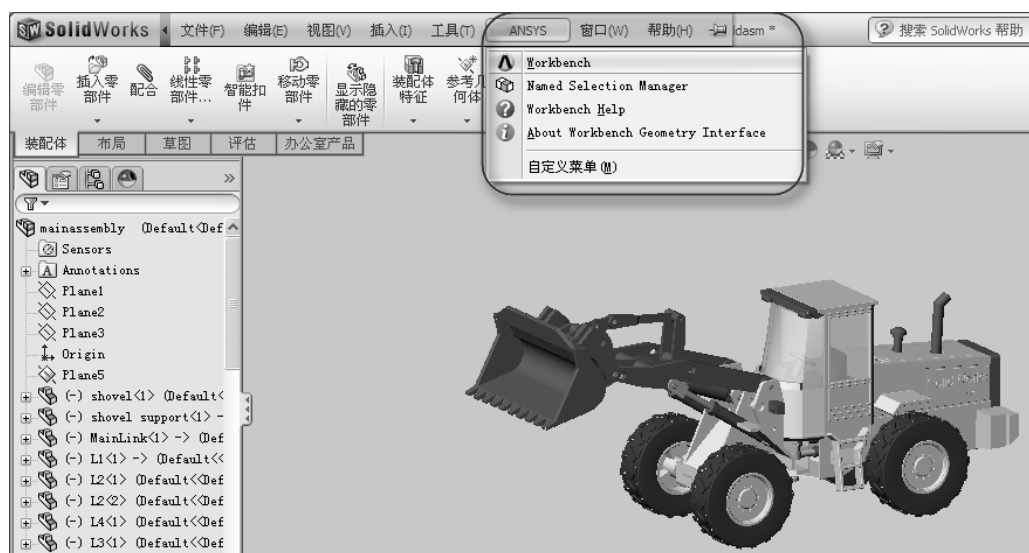

图 1-4 从 SolidWorks 中启动
(2) 从其支持的 CAD 系统中启动，这些 CAD 系统包括 AutoCAD、Autodesk Inventor、Creo Elements/Direct Modeling、Creo Parametric（之前名称为 Pro/ENGINEER）、UG NX、Parasolid、Solid Edge、SolidWorks、ANSYS SpaceClaim Direct Modeler 和 Teamcenter 等。图 1-4 为从 SolidWorks 中启动 Workbench。